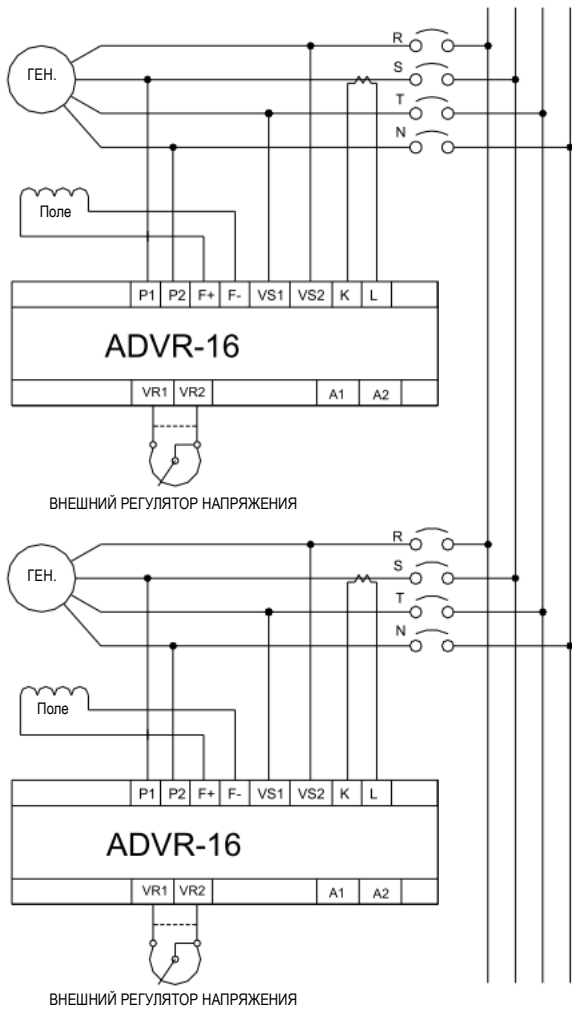

Рисунок 2 Параллельное подключение
1. Примечание по установке : (См. Рис. 2 и 4).